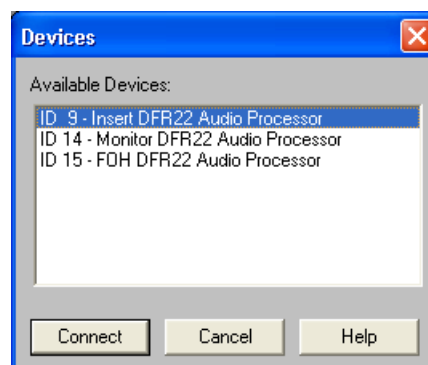

FIGURE 4-1 : Boîte de dialogue « Select Devices »
2. Si la boîte de dialogue « Select Devices » (Choisir les appareils) apparaît, comme illustré à la figure 4-1, choisir un appareil dans la liste et cliquer sur [Connect] (Connexion).